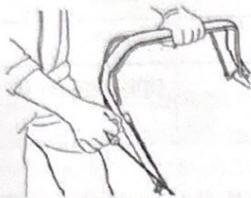

Рис. 17
- Потяните тормозную рукоятку к ручке и удерживайте ее в таком положении при запуске двигателя. Держите ее сжатой во время работы (рис. 17).
- Потяните тормозной рычаг к рукоятке управления и потяните ручку ручного запуска для того, чтобы запустить двигатель (рис.17)